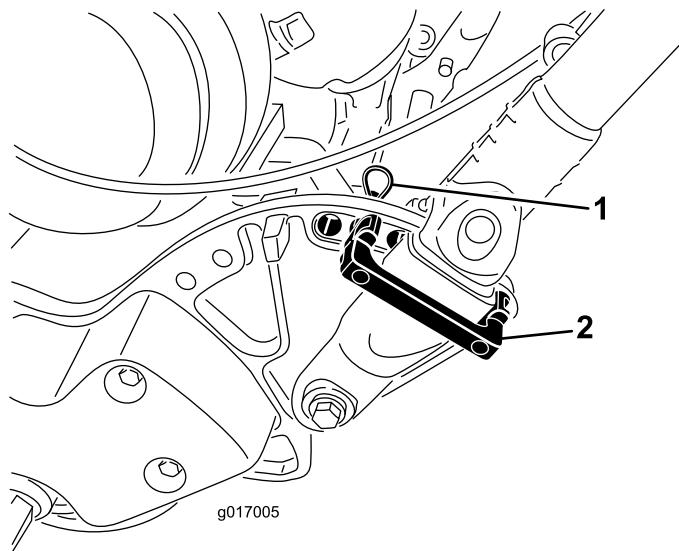

図 6
- ハンドルを支えながら、ハンドルクランプをサイドプレートに固定しているケーブルタイを外す（図 6）。
- 希望する高さ位置にハンドルをセットし、ハンドルクランプの上からハンドルリテーナ（2）を差し込んでサイドプレートの穴に通す（図 6）。
- ヘアピンコッター（1）でクランプを固定する（図 6）。